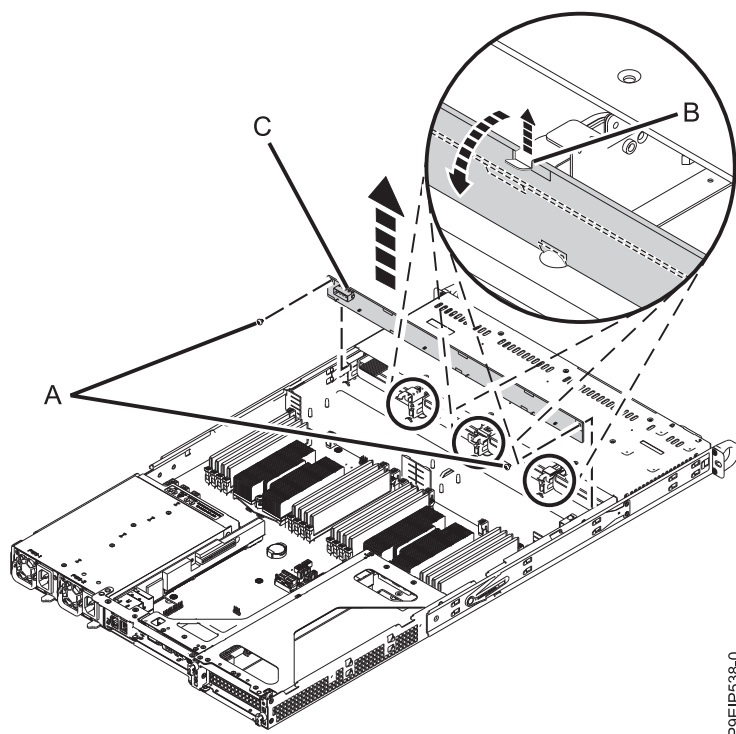

Figura 11. Removendo o painel traseiro da unidade de disco e os parafusos
5. Remova o painel traseiro da unidade de disco conforme mostrado na Figura 11 na página 15.
- b. Remova os dois parafusos (A), um de cada lado, da parte superior do painel traseiro da unidade de disco. Mova o cabo do painel do operador conforme necessário para acessar o parafuso.
- c. Gire a parte superior do painel traseiro da unidade de disco em direção à parte traseira do sistema para liberar o painel traseiro dos três cliques de retenção (B). O clipe central tem uma guia de plástico que precisa ser levantada e arrastada para a frente do sistema.
- d. Levante o painel traseiro da unidade de disco (C) do sistema.